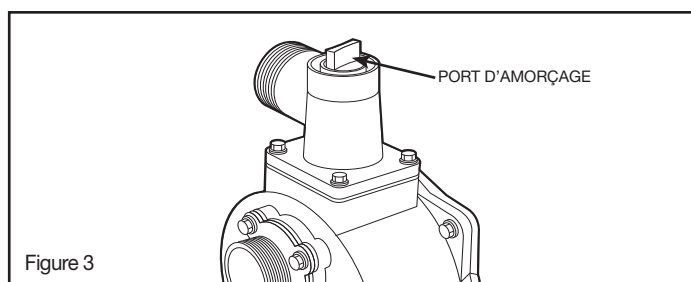

Figure 3
9. Ajouter de l'eau au port d'amorçage de la pompe (voir la figure 3). Continuer à ajouter de l'eau jusqu'à ce que le niveau d'eau soit d'environ 7,62 cm (3 po) du dessus. Installer le bouchon de remplissage. L'eau de la pompe créera de l'aspiration qui amorce la pompe.